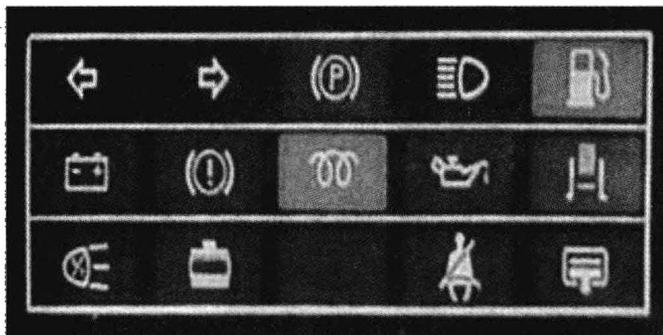

图 1-4 组合指示灯
3. 组合指示灯（见图 1-4）：包括左转向灯、右转向灯、驻车制动提示灯、远光灯和电源指示灯等。